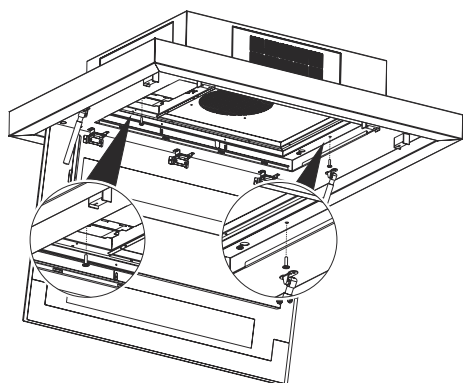

Abb. 14
- 4.** Fixieren Sie die Unterplatte an die Motorbox mit 2 Schrauben (Abb. 14).